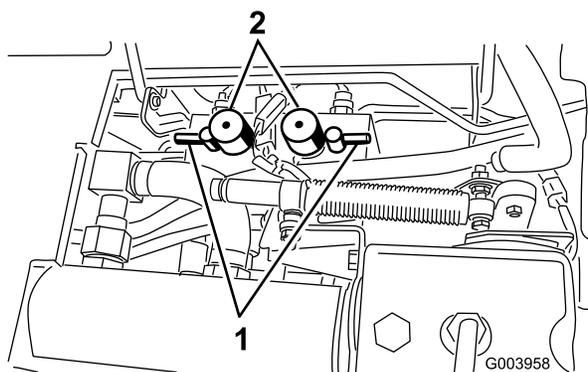

Figura 85
5. Coloque ambos os controlos da velocidade do cilindro na posição 1 (Figura 85).
6. Selecciona as alavancas de rectificação dianteiras, traseiras ou ambas para determinar quais as unidades a rectificar (Figura 85).